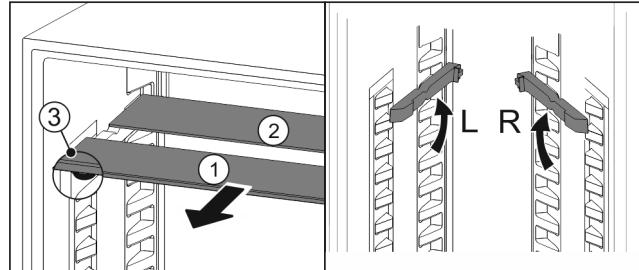

Fig. 71
- Vytiahnite sklené dosky jednotlivo dopredu Fig. 71 (1).
- Sklená doska Fig. 71 (1) s ozdobnou lištou leží vpred.
- Zarážky Fig. 71 (3) ukazujú nadol.